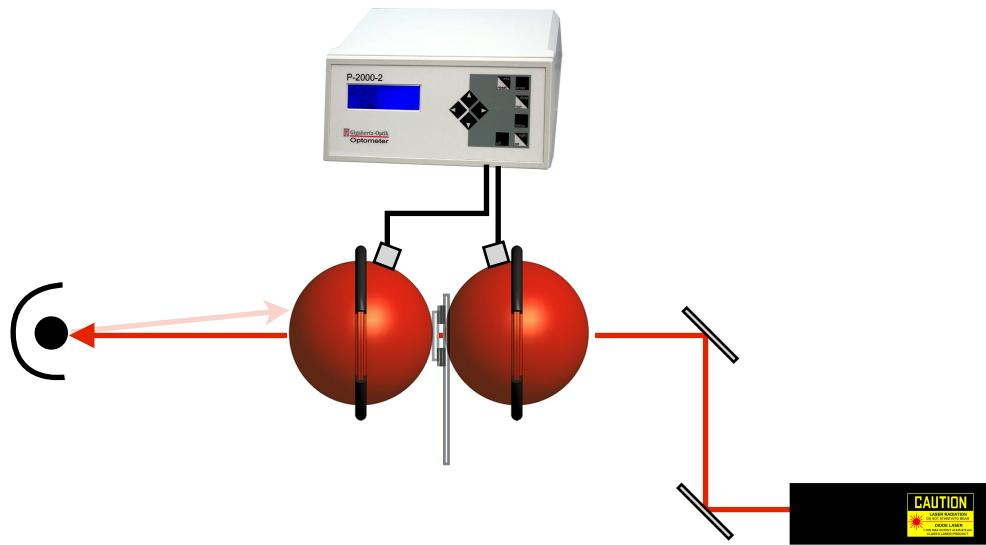

Figure 8: Montage pour les mesures de RAT
Les mesures RAT permettent, à l'aide d'un modèle, de retrouver les valeur de  $\mu_a$  et  $\mu_s'$ . Le montage est illustré à la figure 8.
1. Familiarisez-vous avec le montage des sphères intégrantes (Fig. 8)